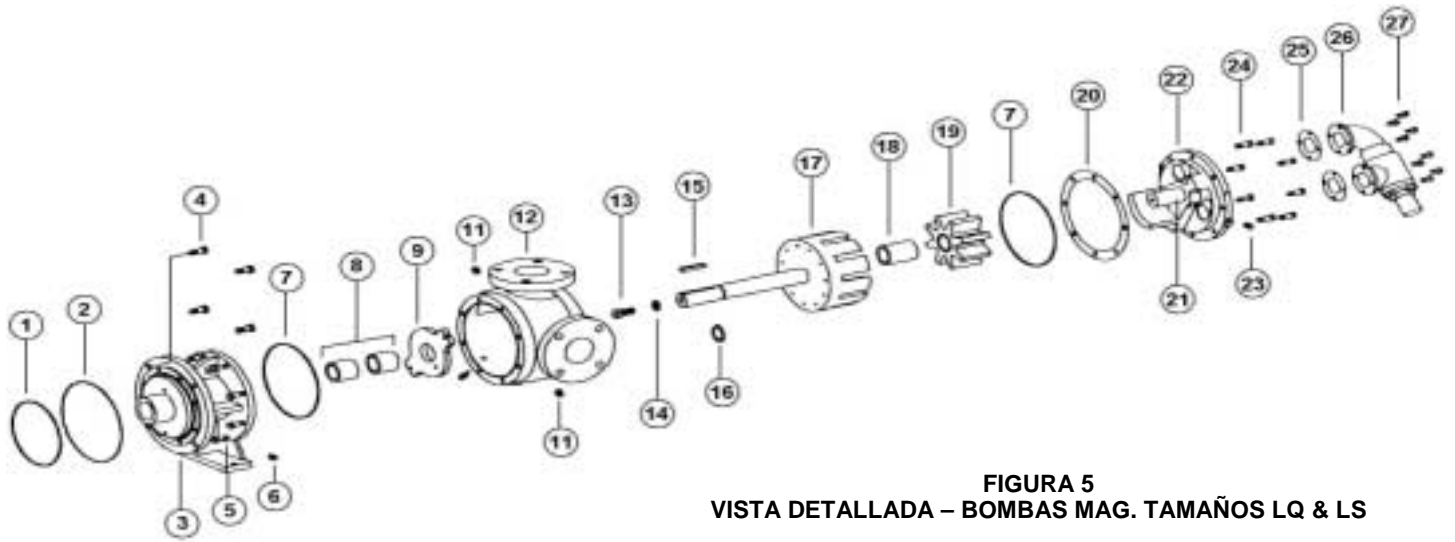
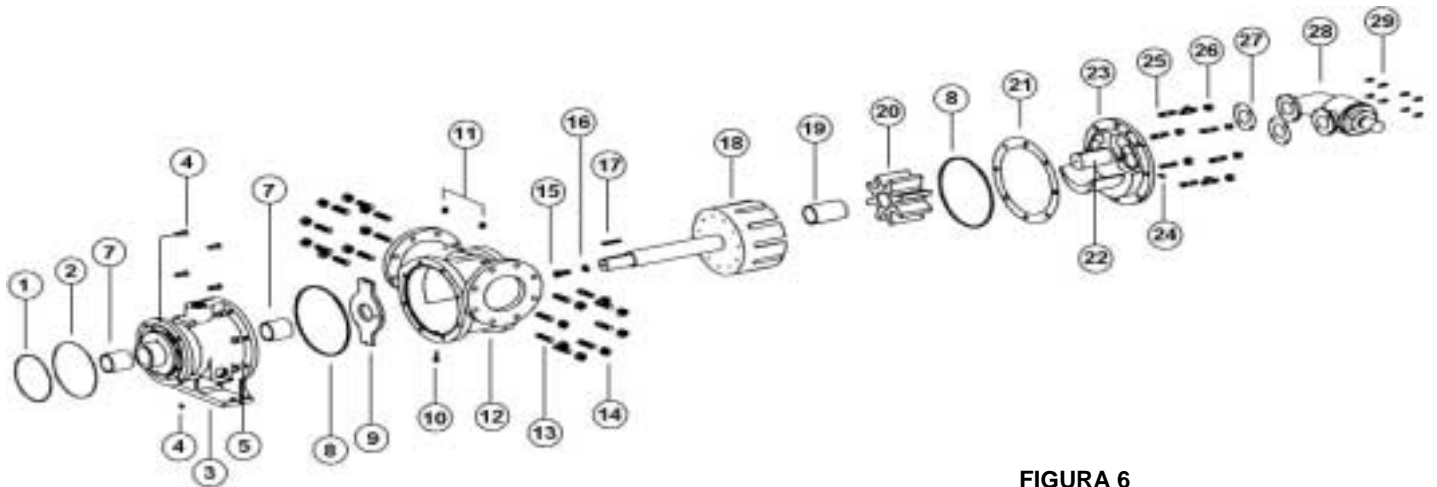

FIGURA 5
FIGURA 6
- Ver en la **Figura 5**, página 4 o **FIGURA 6**; página 4 los nombres de las piezas.